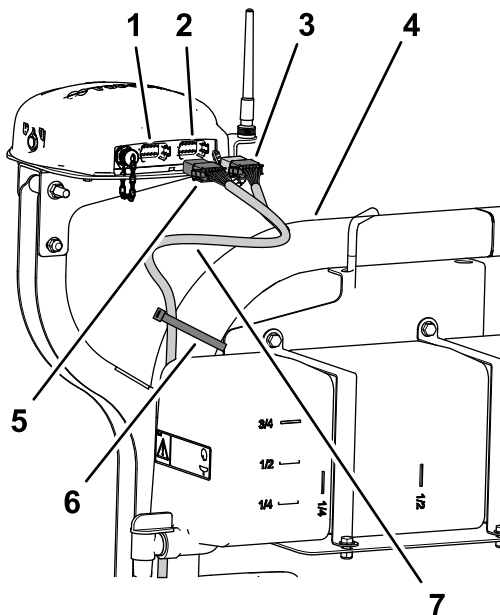

Figura 199
2. Passe a secção com 390 cm da cablagem dos dados ao lado do tubo ROPS direito com o conector de 12 tomadas (cinzento) e o conector de 12 tomadas (preto) para cima na direção do recetor da navegação (Figura 199).
- Prenda a secção com 390 cm da cablagem dos dados ao tubo ROPS direito com 2 braçadeiras de cabos, como se mostra na Figura 199.